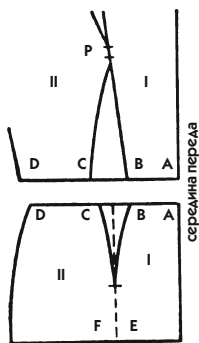

Рис. 68
2. *Для изделия, отрезного по талии* (рис. 68).
Вы выполнили задание по рис. 68 и получили лекало со склеенным сгибом по линии талии. Но сгиб может затруднить продолжение работы, поэтому стоит перерисовать лекало на другой лист бумаги. Для этого сделайте следующую работу: